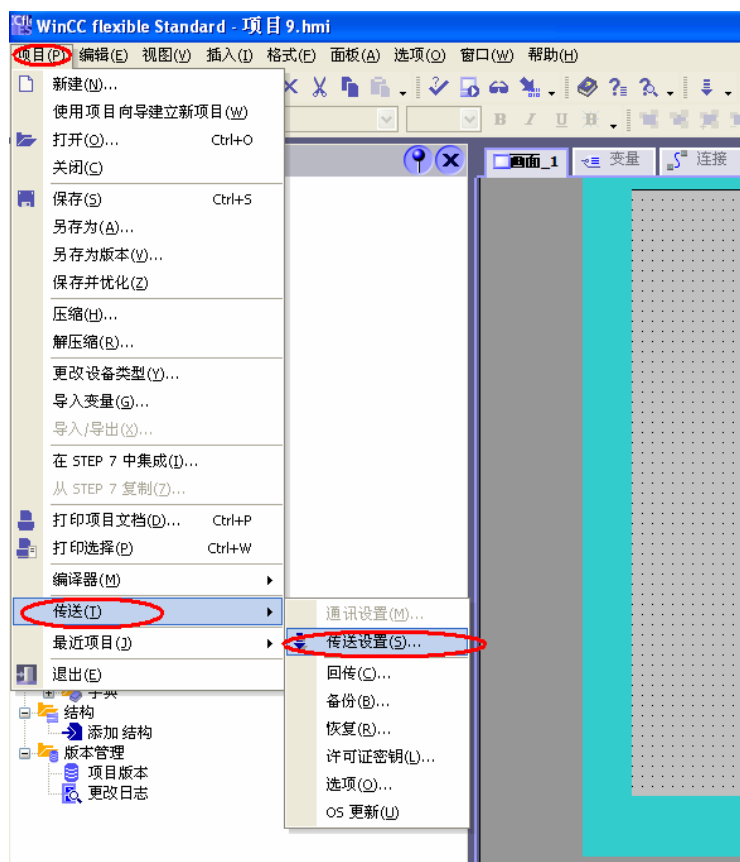

图 5.2.1
建立连接后，在“项目”→“传送”→“OS 更新(U)”，会弹出系统对话框，如下图 5.2.1 所示。
1. 打开 WinCC flexible 软件，建立 MP277 新项目或者打开已有 MP277 项目，此处必须保证软件中的设备类型和实际使用的设备类型相同。选择路径如下图 5.2.1 所示：